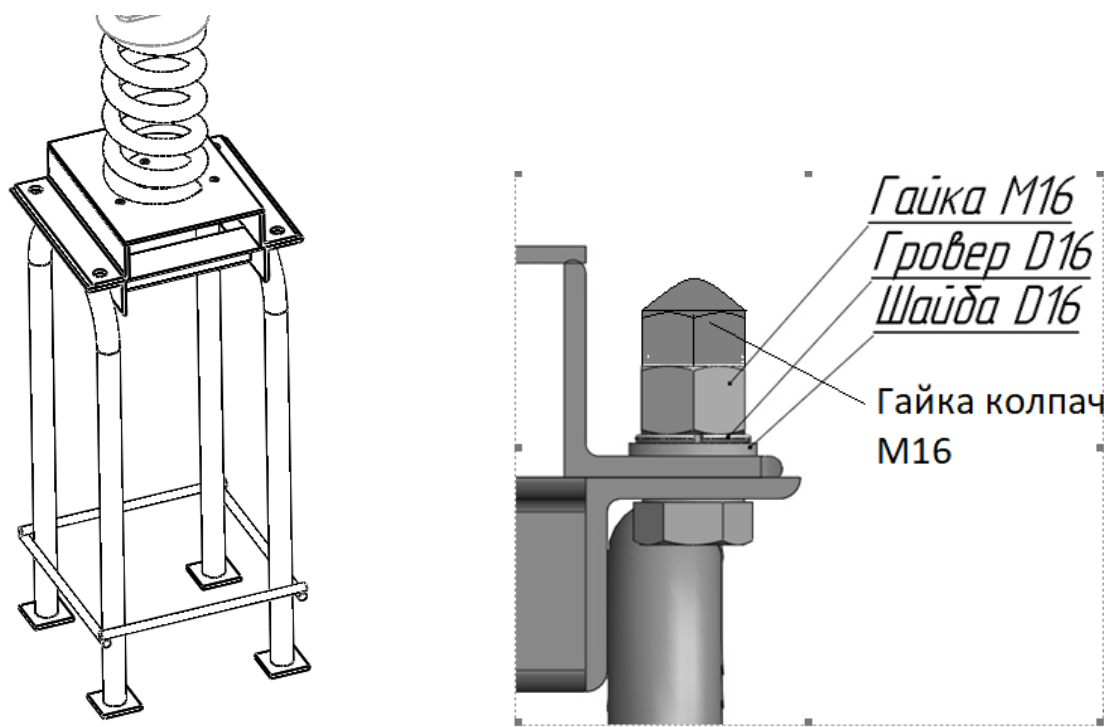

Рисунок 5
4. Прикрутить закладную для качалки с помощью гайки М16 + шайба 16 + гровер 16. Забетонировать закладную согласно схеме (рис. 5).